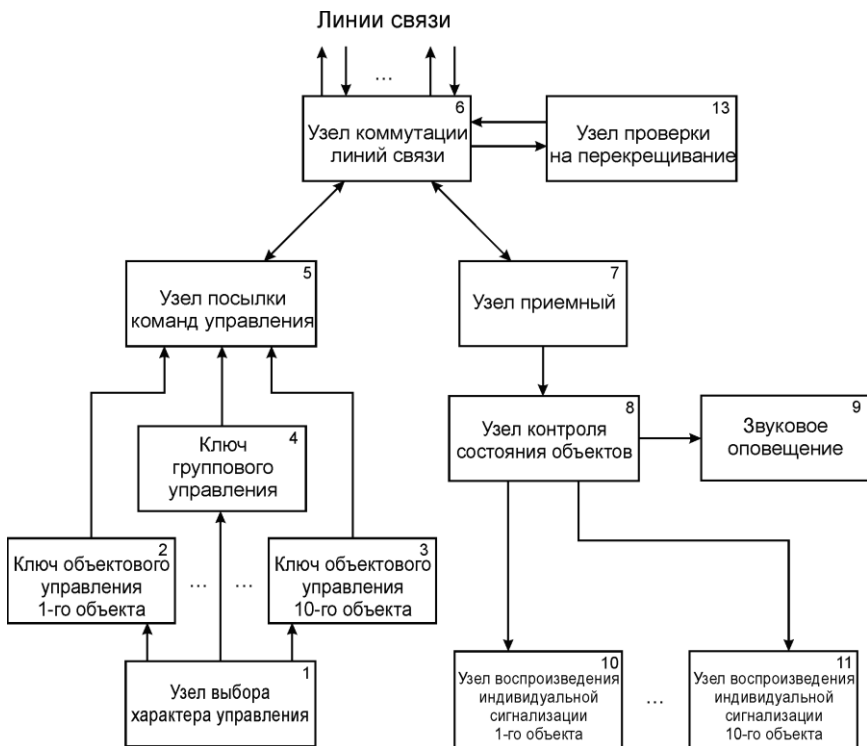

Рис. 1. Функциональная схема ПУ.
Функциональная схема ПУ представлена на рис.1. Схема содержит узлы формирования и передачи команд управления (1, 2, 3, 4, 5), узлы приема телесигнализации (7, 8, 9, 10, 11), узел коммутации линий связи (6), узел контроля линий связи (13) .